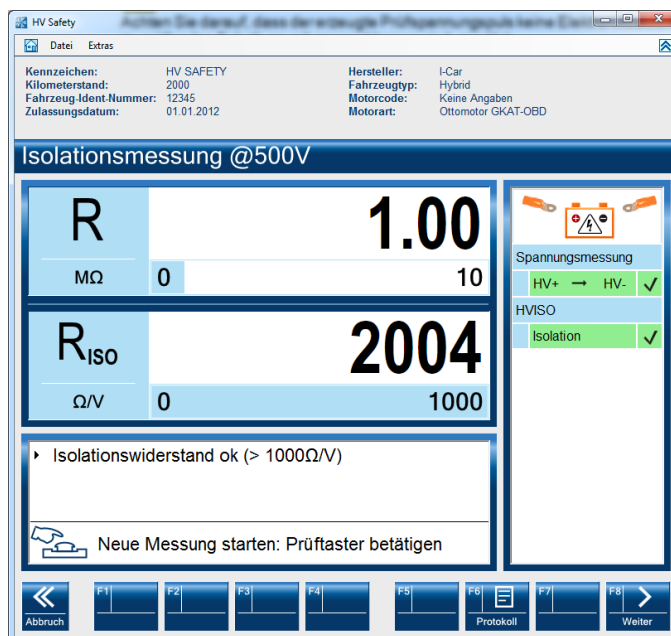

Abb. 3-4
9. Das Messergebnis wird dargestellt, siehe Abb. 3-4.